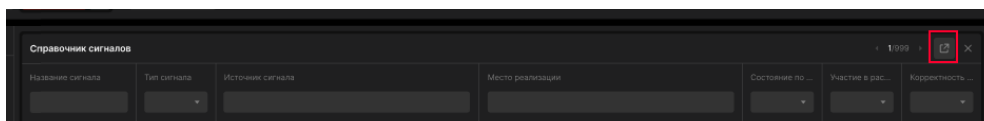

Рисунок 5.102. Кнопка «Экспорт» на форме «Справочник сигналов»
2. Нажать на кнопку «Экспорт» (Рисунок 5.102).